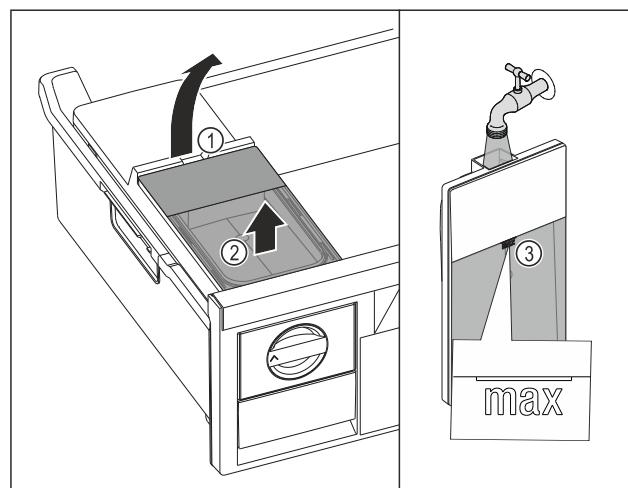

Fig. 156
► Nádržku na vodu nadvihnite za vybranie Fig. 156 (1).
► Nádržku na vodu odoberte nahor. Fig. 156 (2)
► Nádržku na vodu napľňte pitnou vodou po značke Fig. 156 (3).